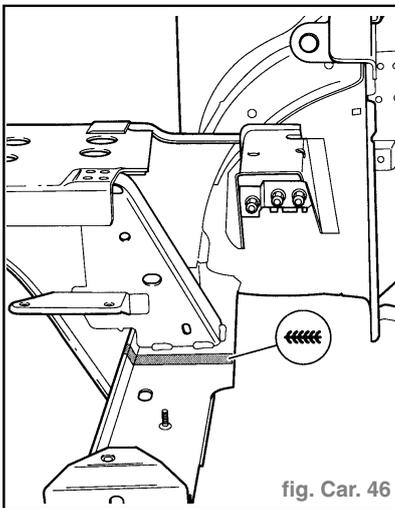

fig. Car. 46
- Effectuer la soudure en bord à bord de la zone d'accostage de la tôle de recouvrement, en cordon continu sous gaz de protection (fig. Car. 46).